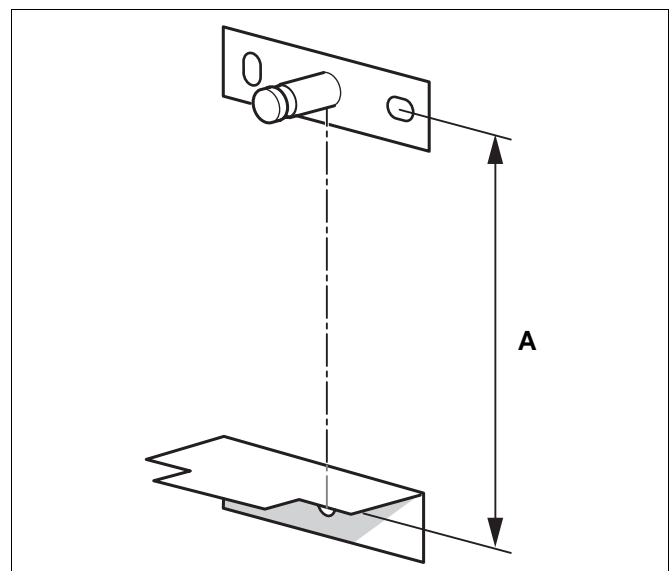

Abb. 7 Abstände – Kompletstation Logasol KS 01...
- Der Abstand zwischen Wandhalter oben und Abstandshalter unten variiert bei der Kompletstation Logasol KS 01... (Abb. 7) in Abhängigkeit von dem Typ der Kompletstation: